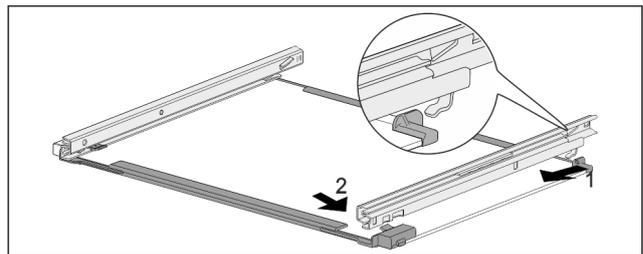

Fig. 151 Glasplatte mit Schienen
- ▶ Schiene hinten einhaken. *Fig. 151 (1)*
- ▶ Schiene vorne einrasten. *Fig. 151 (2)*